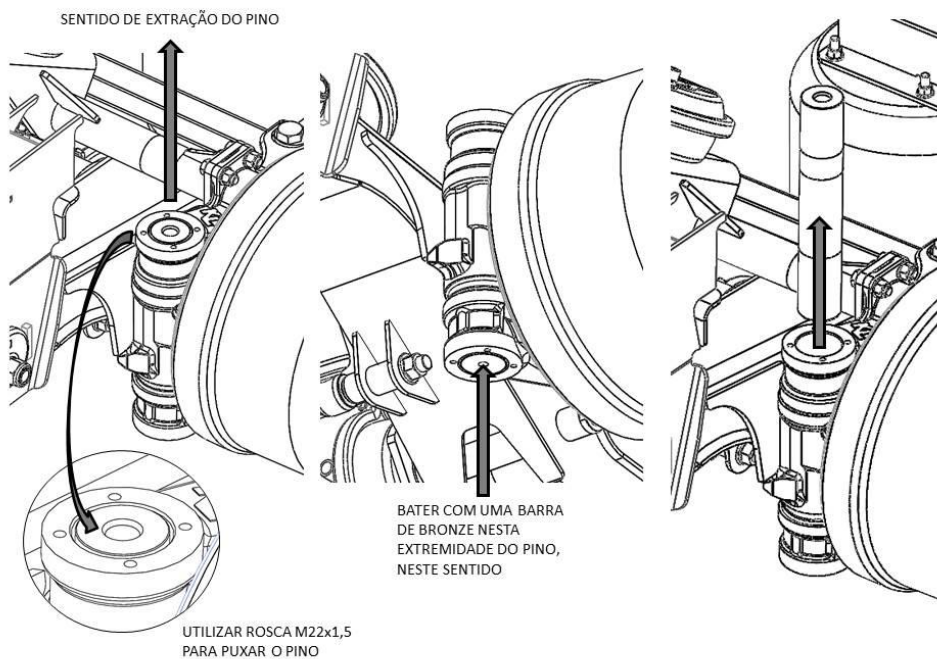

Figura 30: Detalhe de extração do pino da articulação
3. Remova o pino puxando-o através do parafuso M22 x 1,5 e batendo com uma barra de bronze em sua outra extremidade (figura 30)